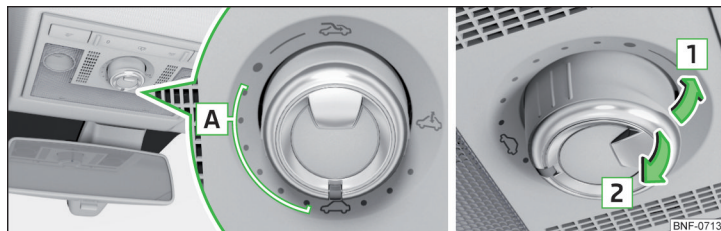

Fig. 38 Betjening af skyde-/vippetag
### Betjening af skyde-/vippetag » Fig. 38
Hvis skyde-/vippetaget lukkes, ved at kontakten trækkes i pilens retning 2 ved at tage fat i udskæringen » Fig. 38 på side 42, og lukningen hindres af en forhindring, sættes kraftbegrænsningen ud af funktion ved det tredje lukkeforsøg (hvis tidsgrænsen på 5 sek. mellem de enkelte lukkeforsøg ikke overskrides). Skyde-/vippetaget lukker med fuld kraft – fare for kvæstelser.
- Tilslut tændingen, og indstil kontakten til position ↻ » Fig. 38 på side 42.